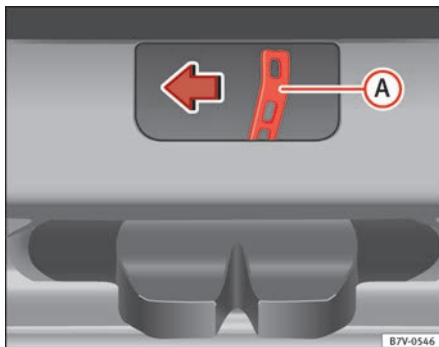

Fig. 192 A partir do porta-bagagens: Destrancagem de emergência da porta do porta-bagagens.
- Pressionar a alavanca de destrancagem ⇒ Fig. 192 **A** na direcção da seta para destrancar a porta.